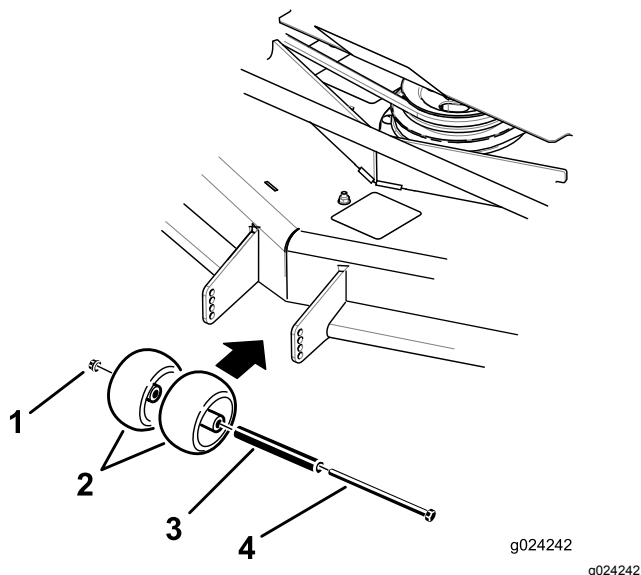
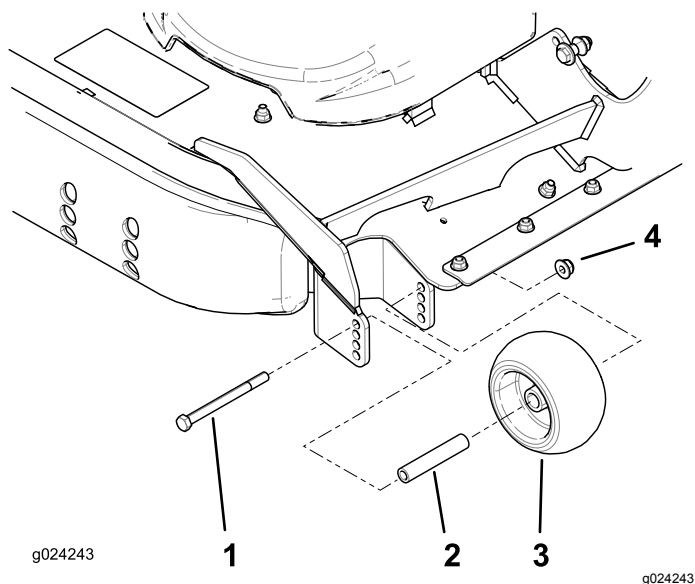

Figure 27
Figure 28
3. Réglez les galets anti-scalp comme montré à la Figure 27 et la Figure 28 en fonction de la position de hauteur de coupe la plus proche.